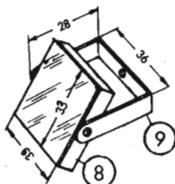

Fig. 288. Cavallotto mobile per lo specchietto.
Le molle (7) sono di ottone crudo (0,2 mm) e le loro forme e dimensioni risultano dalla figura 287. Il piano (6) (v. disegno costruttivo III) è di legno compensato 4 mm, e viene avvitato ed incollato sulla battuta del supporto (figura 283) dopo avervi avvitato le due molle. Dal vetraio ci facciamo tagliare uno specchio di 33×33 mm che incolliamo su un'assicella (8) spessa 6 mm. Un pezzo di piastrina di ottone o di ferro (8×1 mm) con tre fori 2,5 mm, piegato due volte, forma il cavalletto (9) per lo specchio (fig. 288). Avvitiamo ora il cavalletto (9) su (8) e sul supporto con viti di legno, in modo che le giunture siano mobili (rondelle!).